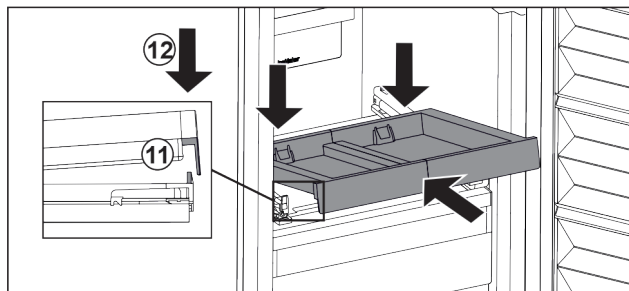

Fig. 122
- Schräg einschieben. Darauf achten, dass auf beiden Seiten der Anschlag hinter der Lasche ist. Fig. 122 (11)
- Auszugsbord vorne absetzen. Fig. 122 (12)